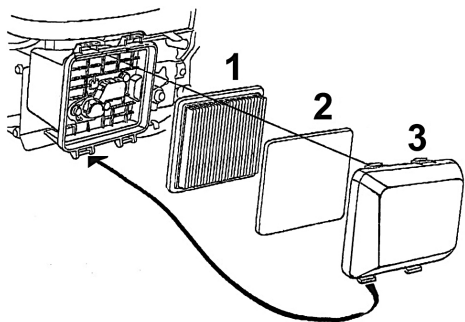

Рис. 16 Конструкция воздушного фильтра
1. Нажмите на фиксаторы и снимите крышку воздушного фильтра (Рис. 16 п. 3).
2. Извлеките из крышки воздушного фильтра предварительный воздушный фильтр (Рис. 16 п. 2).
3. Извлеките основной воздушный фильтр (Рис. 16 п. 1).
Основной (бумажный) воздушный фильтр (Рис. 16 п. 1) не подлежит очистке, необходима его замена. Эксплуатация двигателя с грязным или поврежденным воздушным фильтром, или без воздушного фильтра приведет к попаданию грязи и пыли в карбюратор и двигатель, что в свою очередь, станет причиной его быстрого износа. Двигатель в этом случае не подлежит ремонту по гарантии.